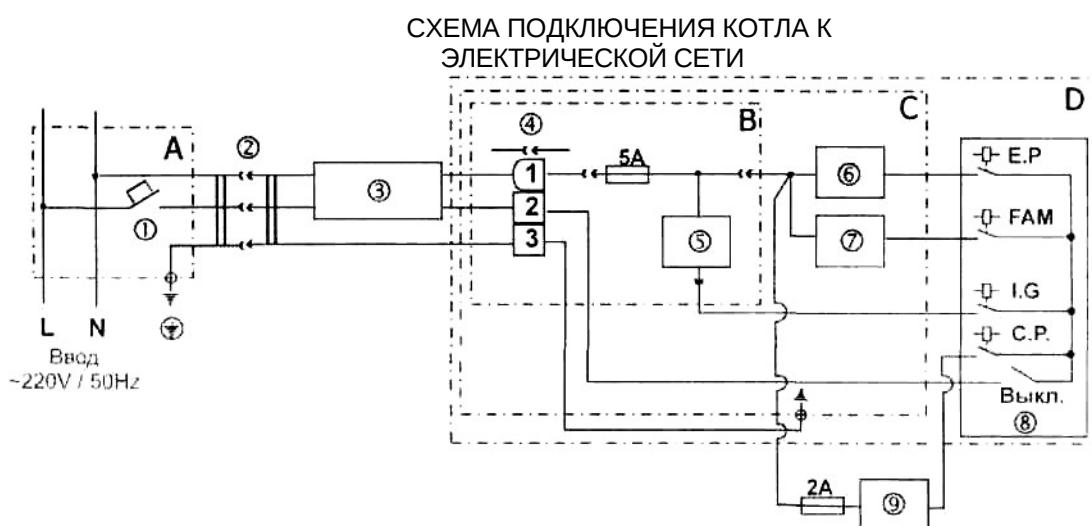

Рис. 34.1.
### 2. Подключение котла к электрической сети. (Рис. 34.1.)
- 2.1. Подключение котла к электрической сети отапливаемого объекта выполняется, как показано на схеме подключения котла к электросети (см. рис. 34.1. и рис. 35.2.).
- 2.2. Электрическое оборудование котла должно питаться от одного источника электроэнергии и выключаться при помощи одного выключателя. Для этого, на обогреваемом объекте, электропитание котла (см. рис. 34.1.) выполняется от распределительного шкафа "А", и отдельного автоматического выключателя 1.
3.3. Подачу электропитания на котел выполняет электрический соединитель, состоящий из розеточной и вилочной частей, см. рис. 34.1. поз. 2, и рис. 35.2. Включение/выключение электропитания автоматики котла выполняет выключатель на блоке управления. Однако, когда выключатель на блоке управления находится в положении "Выключено", электропитание продолжает обеспечивать работу узла безопасности котла.
Примечание. Проверка подключения электровилки к электророзетке проверяется по фазовой линии от электророзетки до электрической части котла. В комплекте котла поставляется электрошнур с электровилкой с зануляющим контактом с одной стороны и с разъемным соединением 3PIN с другой стороны. Контакт "2" разъемного соединения 3 PIN (см. поз.4 на "Схеме подключения котла к электрической сети", рис. 34.1.) через питающий провод соединяется с штифтом "L" электровилки (см. рис. 35.2.). Штифт "L" электровилки соединяется с гнездом "L" электророзетки.